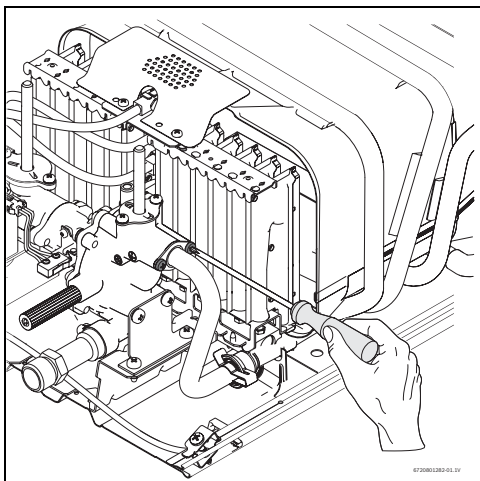

Рис. 1 Отверните винты линии холодной воды
- ▶ Отверните 2 винта линии холодной воды и отсоедините линию от водяной арматуры от (→ рис. 1).